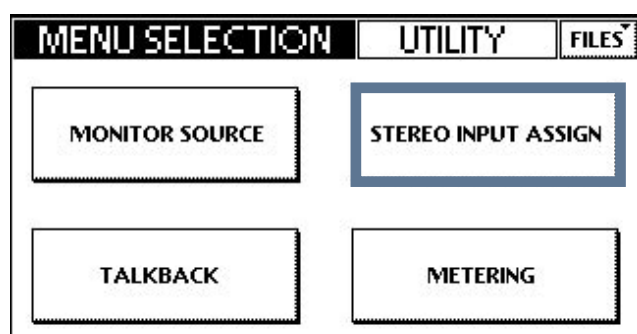

Figure 2-6 Assignation de l'entrée stéréo
- Sélectionnez **STEREO INPUT ASSIGN** sur l'écran tactile (Figure 2-6).
- Sélectionnez **TAPE/CD A** ou **TAPE/CD B** dans la section INPUT SELECTION (Figure 2-6).